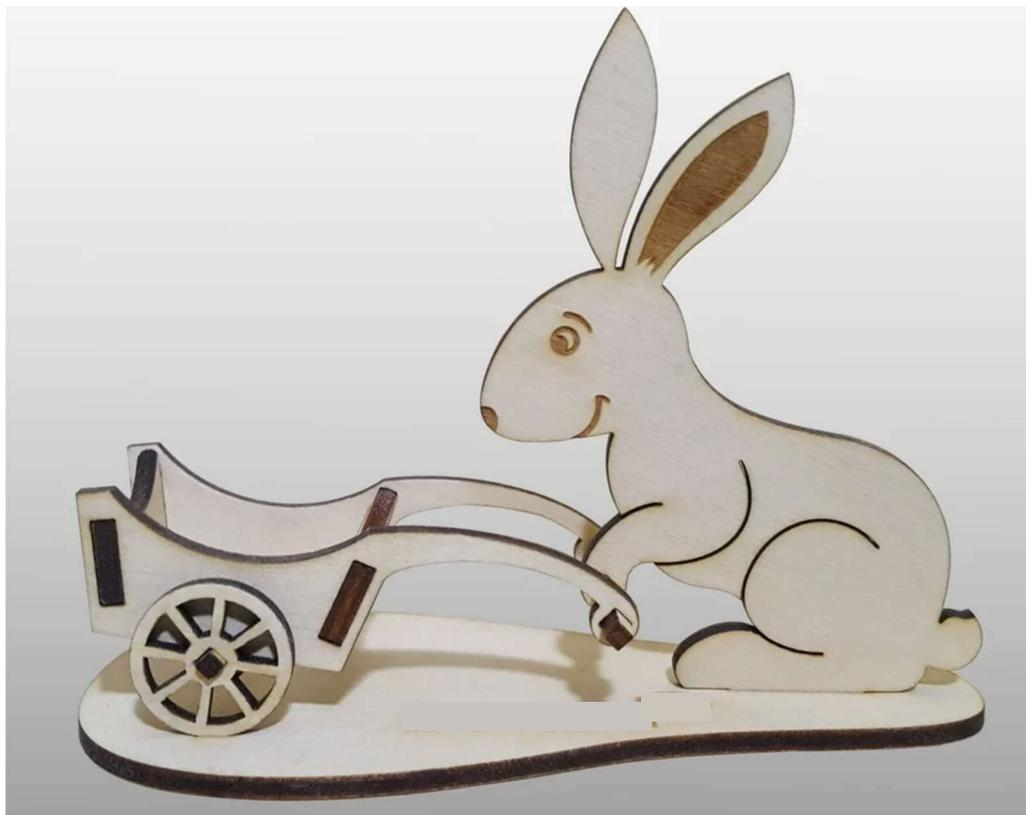

Рис. 1. Пример игрушки «Заяц с тележкой»
1. По указанным данным, сделайте игрушку «Заяц с тележкой» (рис. 1).